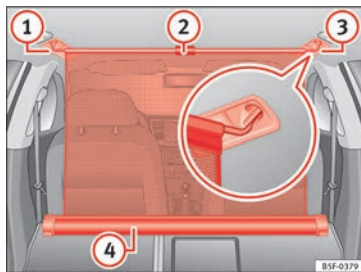

Bild 170 I bagageutrymmet: Nätavdelningen hakas fast i baksätets ryggstöd
- Dra upp handtaget » **bild 170** ② för att dra nätet ur fodralet » **bild 170** ④.
- Krok i avdelningsnätet på den högra sidan » **bild 170** ③ (förstord bild).
- Krok i avdelningsnätet i höljet till vänster » **bild 170** ① som drar stängen.
Avdelningsnätet monteras ordentligt när de T-formade ändarna är säkert inpassade i motsvarande höljen » **bild 170** ③ och ①.
- Rulla upp nätet i huset » **bild 170** ④ genom att sänka det med handen.